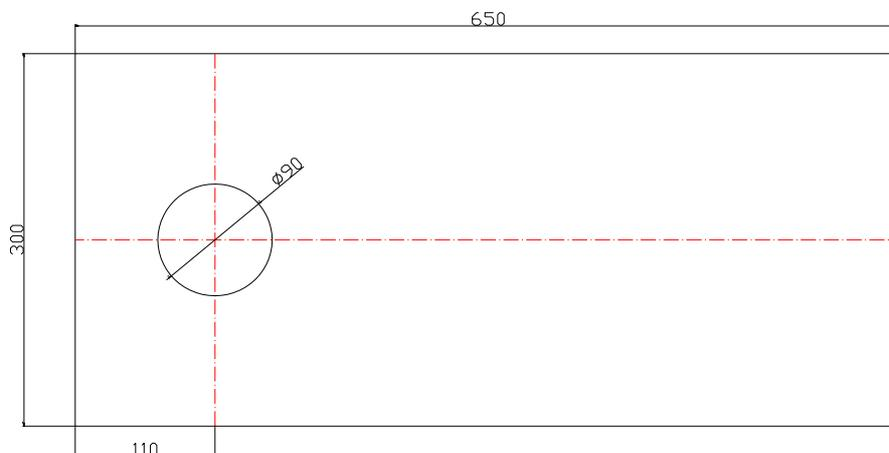

图 2
2.3.1 仪器放置的工作台应稳固（见图 2，外形尺寸仅作参考），并调至水平，水平度不大于 1m/mm，在工作台适合的位置上开一个 $\phi 90$ mm 孔，为丝杆升降之用。